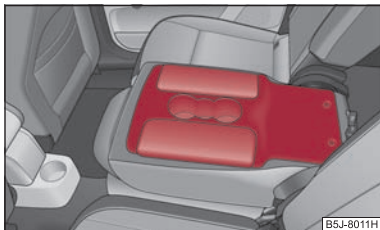

Fig. 56 Scaunele din spate: Cotieră
- Spătarul din centru poate fi rabatat în față ⇒ pagina 60, „Rabatarea în față a scaunelor” și folosit drept cotieră sau masă cu suport pentru băuturi ⇒ fig. 56.